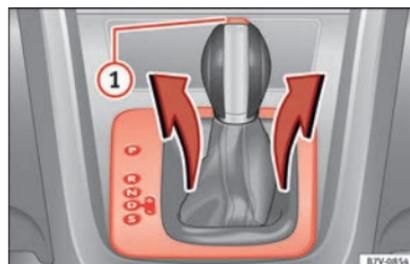

Abb. 50 Abdeckung der Schaltkulisse abbauen.
- Abdeckung im Bereich der Wählhebelsmanschette nach oben ziehen »» **Abb. 50**.
- Sperrtaste »» **Abb. 50**  im Wählhebelgriff drücken und Wählhebel in Stellung **N** bringen.